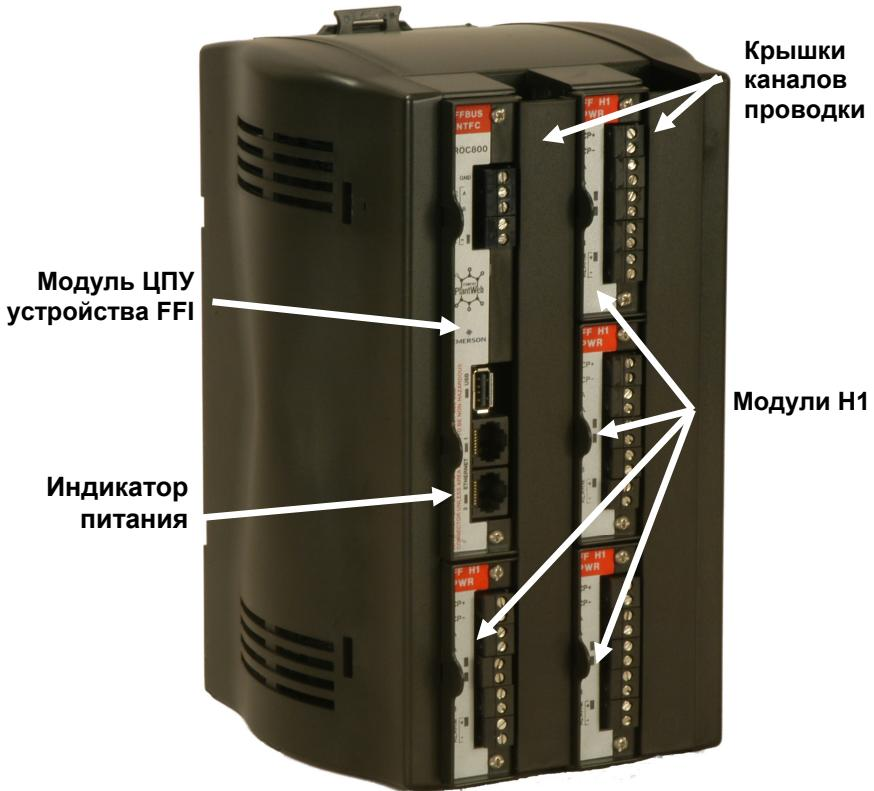

Рис. 13. FOUNDATION Fieldbus Interface
3. По завершении монтажа клеммных колодок нажмите на крышки кабель-каналов, чтобы зафиксировать их над кабель-каналами. См. рис. 13.
4. Подайте питание для пуска устройства FFI. Светодиодный индикатор питания устройства FFI (см. Рис. 13) должен гореть зеленым цветом, означающим корректное напряжение питания.